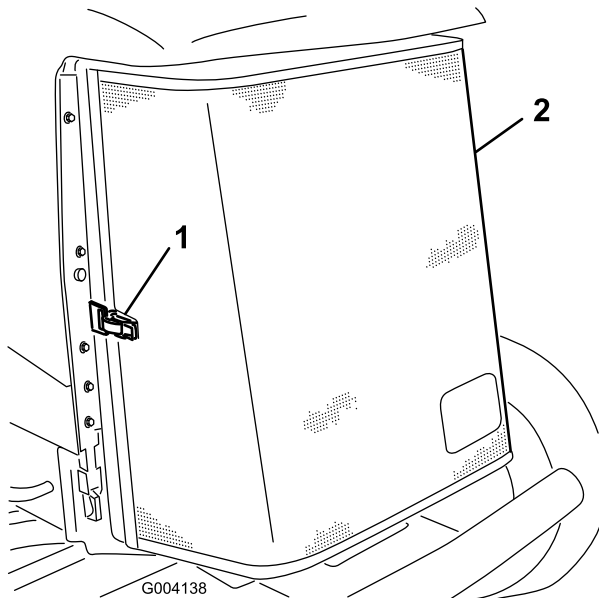

Figure 94
5. Déverrouillez la grille arrière et faites-la pivoter pour l'ouvrir (Figure 94).